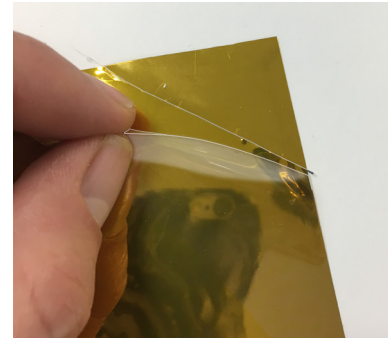

Abbildung 03
- › Mit der Cutterspitze ist in den Einschnitt einzudringen und die Schutzfolie anzuheben. (Abb. 03)